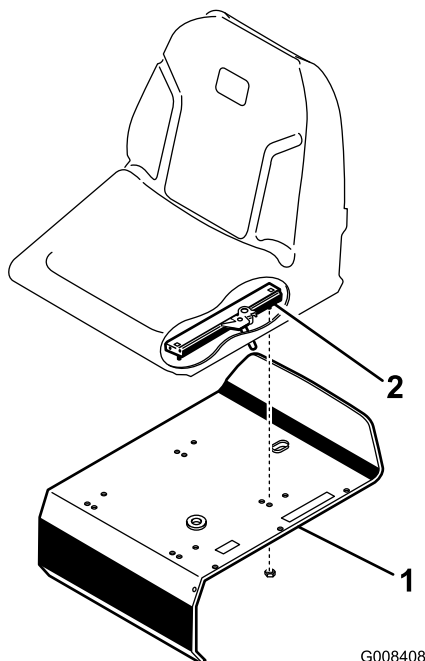

Figura 4
3. Sujete el asiento, el panel del asiento y los raíles del asiento al soporte del asiento con las contratuercas (5/16 pulg.) (Figura 4) suministradas con las piezas sueltas.